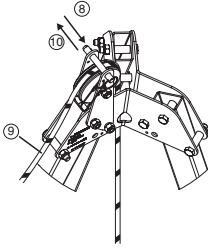

Рис. 10
8. Вытяните штифт со сферической головкой, находящийся в верхней части направляющего блока, установленного на головке треноги traspode (рис. 10, 8).
9. Пропустите строп устройства derope™ через направляющий блок (рис. 10, 9).
10. Вновь установите штифт со сферической головкой, чтобы предотвратить выскальзывание стропа из направляющего блока (рис. 10, 10).